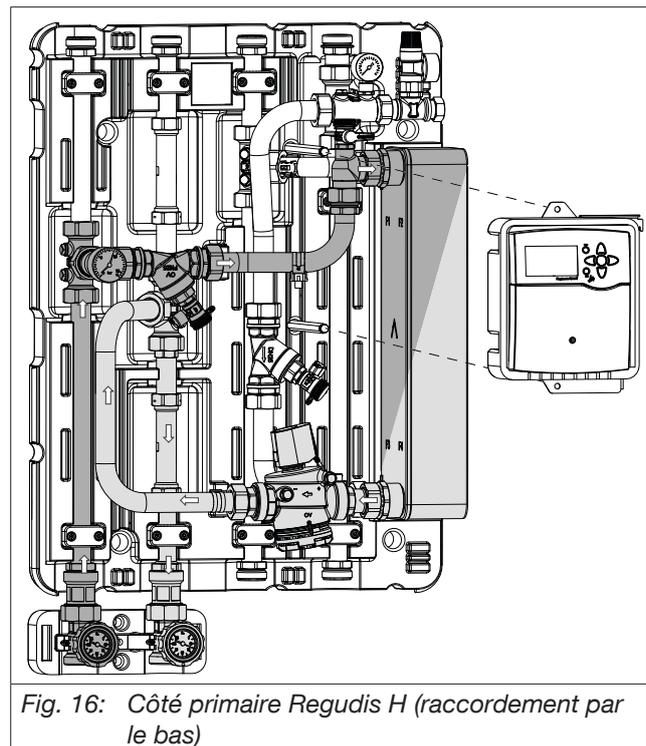

Fig. 16: Côté primaire Regudis H (raccordement par le bas)
L'eau chaude fournie par le réseau de chauffage local/urbain est dirigée vers l'échangeur de chaleur (voir Fig. 4 en page 8 (7)) via l'aller par le haut ou le bas (voir Fig. 16 en page 18).
L'eau de retour évacuée de l'échangeur de chaleur est re-dirigée vers le réseau d'alimentation via le retour du circuit primaire (voir Fig. 16 en page 18).